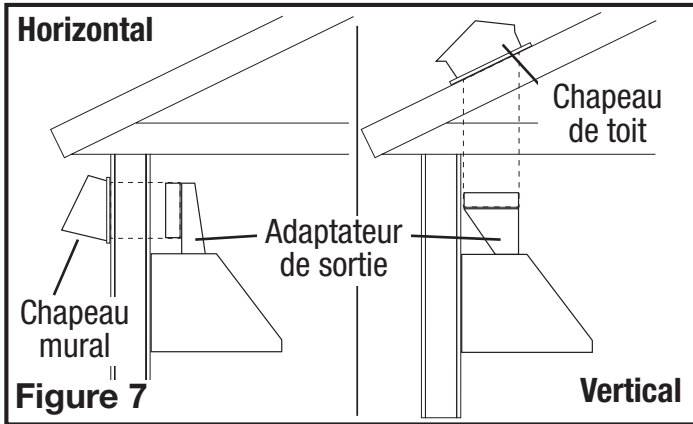

Figure 7
1. Déterminer le type de conduits dont vous aurez besoin (Figure 7).